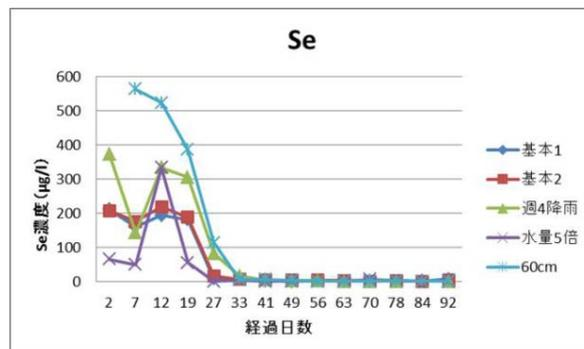

図2 降水日数とセレン流出濃度の関係
- 純水を流し始めてから、すべての元素で流出濃度が全体的に高くなり、その後排出される濃度が低下して環境基準を下回る結果となった。図2にSeの例を示す。
地理情報注1)から得られる自然的環境に関わる基本情報と、住民から得られる動植物の存在及び生活空間の変容に関わるオーラル情報注2)(図2)を地理情報システム注3)上で結合することにより、マスタープランづくりに必要となる自然的環境保全のための基本情報を得ることが可能となる。